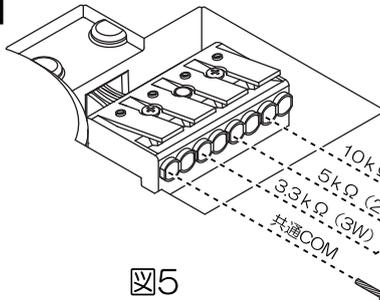

図5
- ・まず、図5、7、9のようにスピーカー線を接続端子へ接続してください。